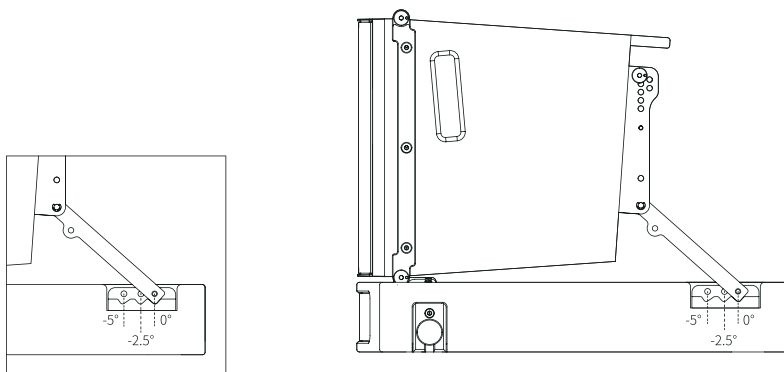

图 11. M-F3A SUB SFi 用于角度设定的后部孔位
3. 展开音箱背部的折叠式铝条，并与堆叠架的后部安全插销锁定。如图 11 所示，设置所需的目标角度，共有三个角度可供选择：0°、-2.5° 和 -5°。